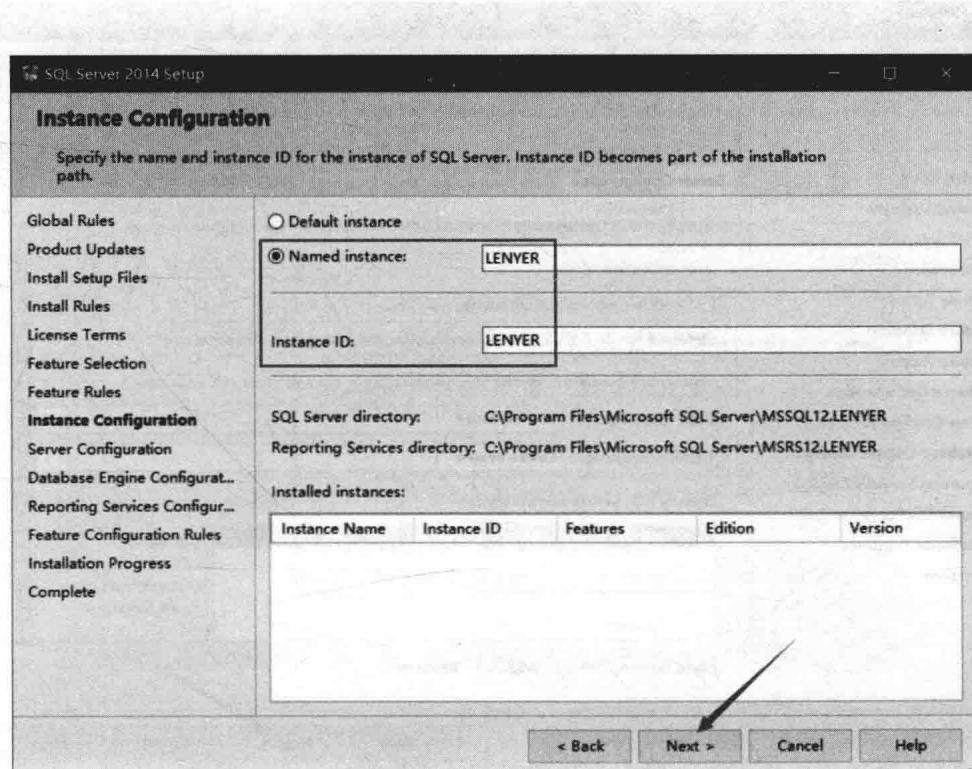

图 2-11
(6) 在弹出的【Instance Configuration】对话框中输入实例名称，可以考虑使用公司名称。例如将【Named instance】、【Instance ID】都设为 LENYER（上海领业建筑科技有限公司），然后单击【Next】选项，如图 2-11 所示。